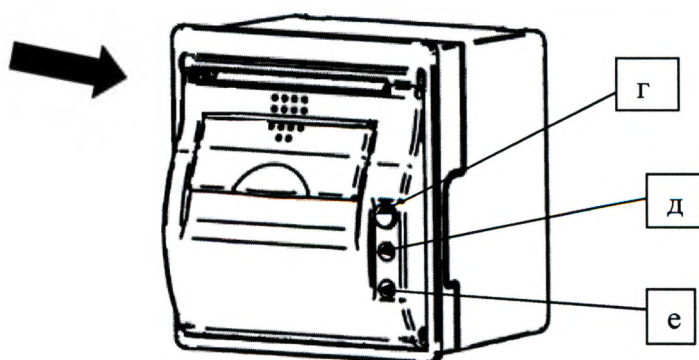

Рис. 7
17.5 Закрывать крышку отсека хранения бумажного рулона до щелчка, таким образом что бы свободный конец бумаги оказался на резке бумаги (Рис. 7).
17.6 Если крышка закрыта не плотно, то загорится индикатор ошибки (Рис. 7д), в случае если загорелся индикатор (Рис. 7е), то все манипуляции произведены правильно – принтер готов к работе.
17.7 Кнопка автоматической протяжки бумаги (Рис. 7г), служит для дополнительной протяжки бумаги в случае необходимости.